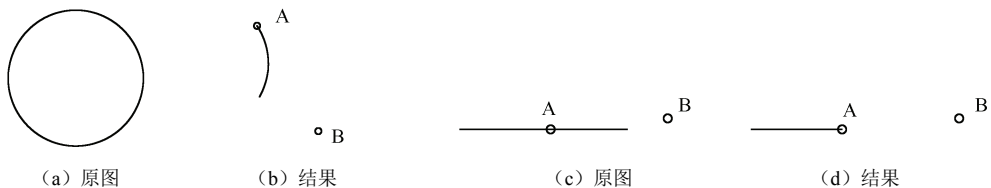

图 4-36 打断示例
**【例 4.21】** 参照图 4-36 (a) 和 (c) 绘制一个圆和一条直线, 将圆打断成一段圆弧, 将直线从 A 点向右的部分打断。
结果如图 4-36 (b) 和 (d) 所示。